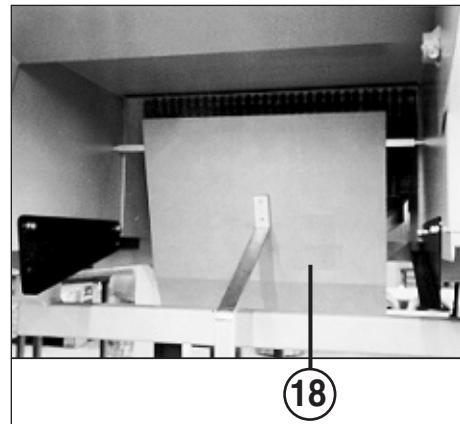

Fig. 3
- l'**interrupteur de verrouillage (2)** est-il déverrouillé?
- l'**interrupteur principal (1)** est-il enclenché?
- la **barre d'arrêt d'urgence (14)** est-elle déverrouillée? tirer la barre rouge située sur la table.
- le **récipient (23)** est-il repoussé en butée?
- le **récipient (23)** est-il plein? Le récipient doit être vidé.
- la **trappe de commutation (18)** (fig. 3) „récipient plein“ est-il libre de mouvement? En cas de besoin libérer le trappe.